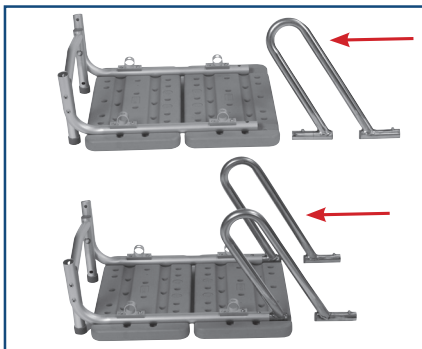

figura 1
3. Alinear el soporte en forma de U con la tabla grande para sentarse. La "U" debe estar apuntando hacia las patas marcadas con "A". Deslizar el tubo de la tabla grande para sentarse dentro del soporte en U presionando las clavijas de presión e introduciéndolo dentro de los receptáculos. Las clavijas de presión saldrán al quedar aseguradas. Repetir lo mismo para el segundo soporte en U. (Figura 1)